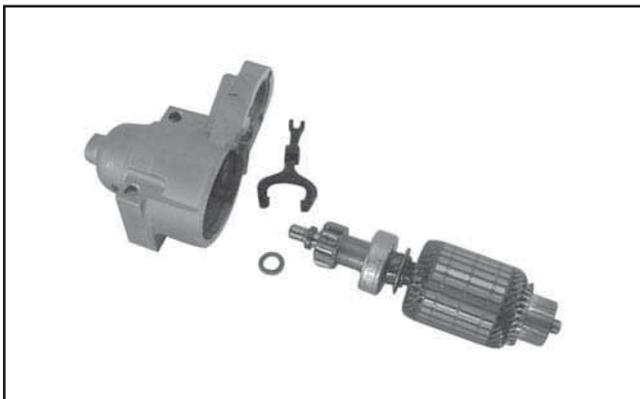

Figure 8-52. Armature et levier retirés.
8. Retirer le levier d'entraînement et pousser l'armature hors du capot de culasse de la transmission. Voir la Figure 8-52.
9. Retirer la rondelle de butée de l'arbre de l'armature. Voir la Figure 8-52.